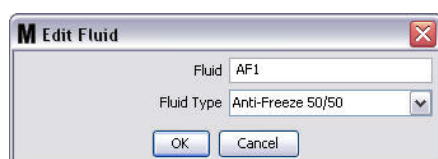

FIG. 98
7. Klik op de knop Wijzigen om het wijzigingscherf voor vloeistoffen zoals afgebeeld in FIG. 98 weer te geven. Wanneer u de wijzigingen hebt aangebracht, klikt u op OK om het scherm te sluiten en de wijzigingen op te slaan.